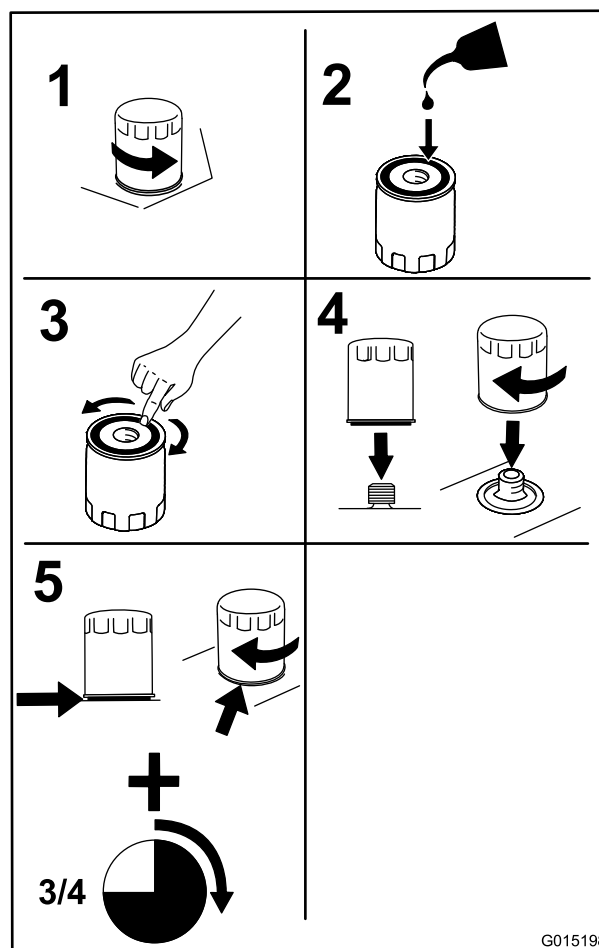

Figure 34
3. Remplacez le filtre à huile moteur comme montré à la Figure 34.